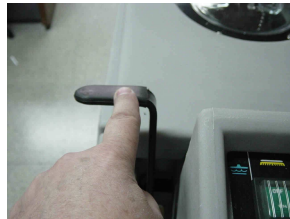

figura 3
1. Bajar el soporte del secador, accionando la palanca (figura 3) hacia fuera y adelante.
3. Baje el secador (figura 3)